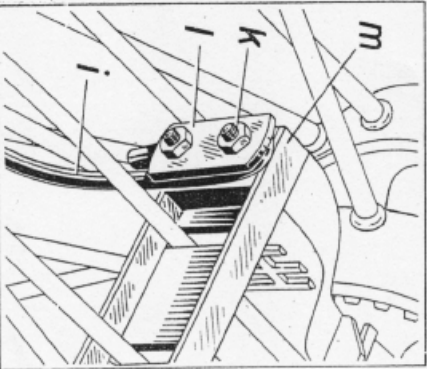

Bild 4. Endzinken.
- f) Die beiden Endzinken „j“ (Bild 4) mittels zweier 4kt. Schrauben „k“ unter Auflegen der Beilagebleche „l“ an der Zinkenführung „m“ befestigen.